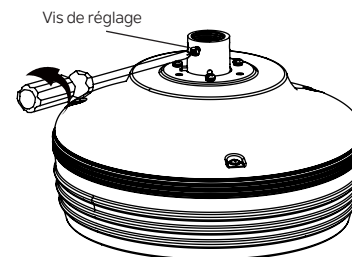

Fig. 7
Étape 3. Desserrez les deux vis de réglage sur le couplage du moteur. (Fig. 7)